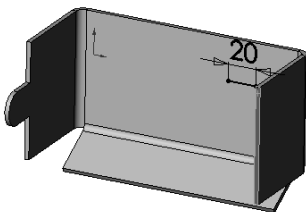

图 7-33 绘制直线草图
1) 选择如图 7-33 所示的零件表面作为绘制草图基准面,绘制直线草图,直线长度为 20mm。